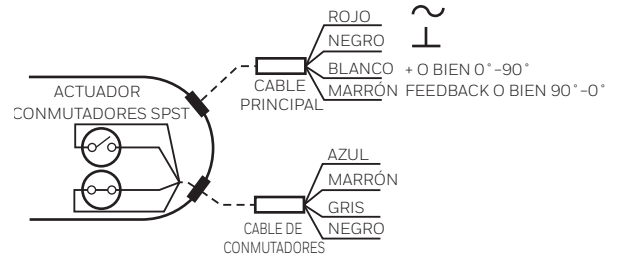

Fig. 11. Detalles de la instalación del cable.
Algunos modelos incluyen interruptores auxiliares. Para obtener detalles sobre el cableado, consulte la Fig. 11.
2. Conecte la alimentación a la alimentación y el cable común. (Consulte la Fig. 11 y la Tabla 3).
4. Aplique la señal de control en la posición totalmente abierta o totalmente cerrada del actuador. (Consulte la Fig. 11 y la Tabla 3).
- a. (0)2-10 V CC: aplique la señal 10 V CC en el cable de control (BLANCO).
- b. 10-(0)2 V CC: aplique la señal (0)2 V CC en el cable de control (BLANCO).
- c. (0)4-20 mA: aplique la señal de 20 mA en el cable de control (BLANCO).
- d. 20-(0)4 mA: aplique la señal de (0)4 mA en el cable de control (BLANCO).
6. Aplique la señal de control en la posición de 0 % del actuador. (Consulte la Fig. 11 y la Tabla 3).
- a. (0)2-10 V CC: aplique la señal (0)2 V CC en el cable de control (BLANCO).
- c. (0)4-20 mA: aplique la señal de (0)4 mA en el cable de control (BLANCO).